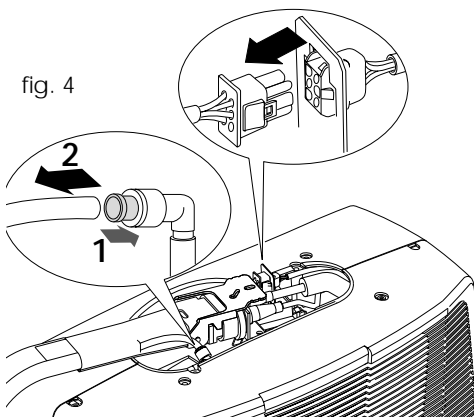

fig. 4
- 4) Débranchez les connecteurs électriques (figure 4).
- 5) Débranchez le tuyau d'eau du raccord rapide en appuyant sur l'anneau de retenue et en tirant le tuyau en plastique (figure 4).